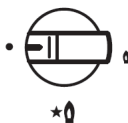

Abb. 8
- Um die Kochplatte anzuschalten, drücken Sie den entsprechenden Bedientopf und drehen Sie diesen gegen den Uhrzeigersinn auf das große Flammensymbol (Abb. 8).